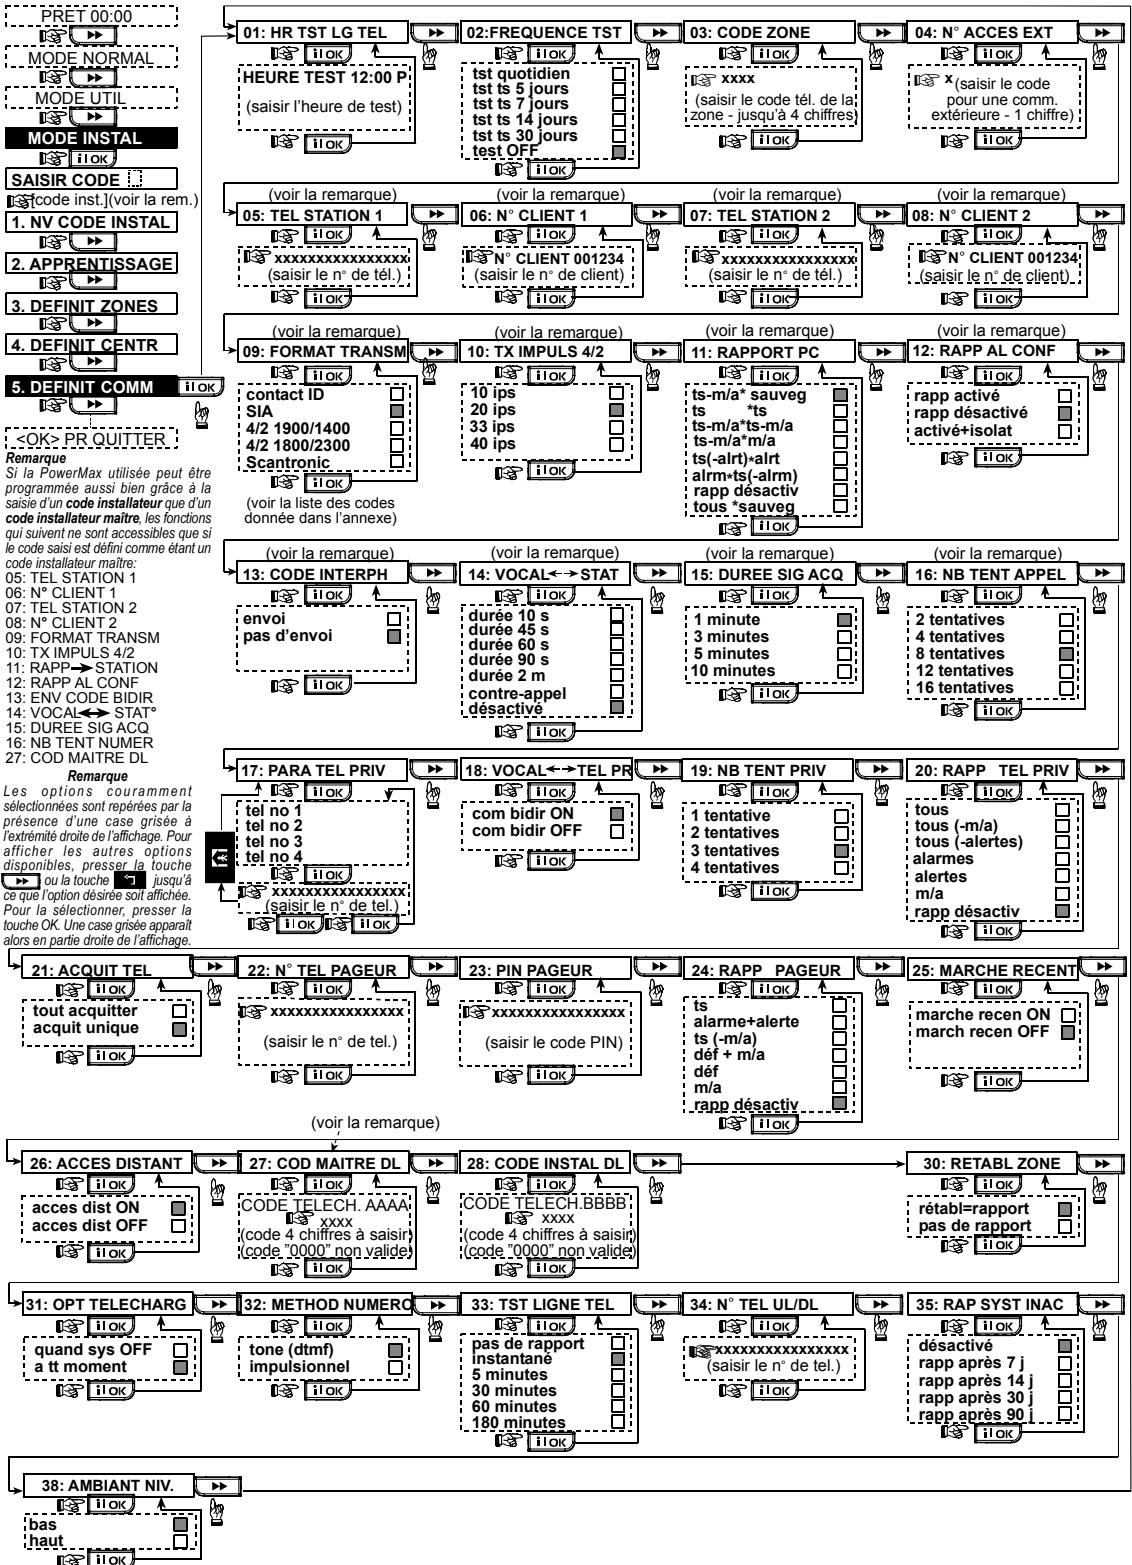

Figure 4.5 - DEFINE COMM Flow Chart
4.5.12 Rapport alarme confirmée (fig. 4.5, champ 12)
Cette fonction détermine si le système rapportera des données à chaque fois que deux événements ou plus (**alarmes confirmées**) surviennent pendant une période spécifique (cf. § 4.4.33 et Remarque en figure 4.5).
4.5.13 Envoi de code bidirectionnel (fig. 4.5, champ 13)
Cette fonction détermine si le système doit envoyer un code vocal bidirectionnel au centre de télésurveillance (de façon à faire basculer le centre de télésurveillance de l'état de transmission de données à celui de transmission vocale), et ce en utilisant uniquement le protocole présélectionné SIA ou Contact-ID (cf. Remarque en figure 4.5). Options disponibles : **envoi** et **pas d'envoi**.
(fig. 4.5, champ 14). (Cf. Remarque en fig. 4.5).
4.5.15 Durée du rappel automatique (fig. 4.5, champ 15)
Options disponibles : **1, 3, 5** ou **10** min (cf. Remarque en figure 4.5).
(fig. 4.5, champ 16)
Cette fonction permet de déterminer le nombre de fois où le communicateur tentera de composer le numéro du centre de télésurveillance (cf. Remarque de la figure 4.5).
(fig. 4.5, champ 17)
(fig. 4.5, champ 18)
(fig. 4.5, champ 19)
(fig. 4.5, champ 20)
(fig. 4.5, champ 21)
4.5.22 Numéro de pager (téléavertisseur) (fig. 4.5, champ 22)
4.5.23 Code PIN du pager (fig. 4.5, champ 23)
4.5.24 Transmission de rapport vers le téléavertisseur (pager) (fig. 4.5, loc. 24)
4.5.25 Fermeture récente (fig. 4.5, champ 25)
4.5.26 Accès à distance (fig. 4.5, champ 26)
4.5.27 Code Master pour téléchargement (fig. 4.5, champ 27)
Ce champ permet de déterminer le mot de passe Master (installateur maître) à 4 chiffres pour le téléchargement/ la télétransmission dans/depuis la mémoire de la centrale PowerMax Pro (cf. Remarque en figure 4.5).
4.5.28 Code installateur pour téléchargement (fig. 4.5, champ 28)
4.5.30 Rétablissement de zone (fig. 4.5, champ 30)
4.5.31 Option de téléchargement (fig. 4.5, champ 31)
4.5.32 Mode de numérotation (fig. 4.5, champ 32)
4.5.34 Numéro de téléphone pour téléchargement/ téléchargement (UL/DL) (fig. 4.5, champ 34)
4.5.35 Rapport de non-activité du système (fig. 4.5, champ 35)
4.5.36 Niveau ambiant (fig. 4.5, champ 38)